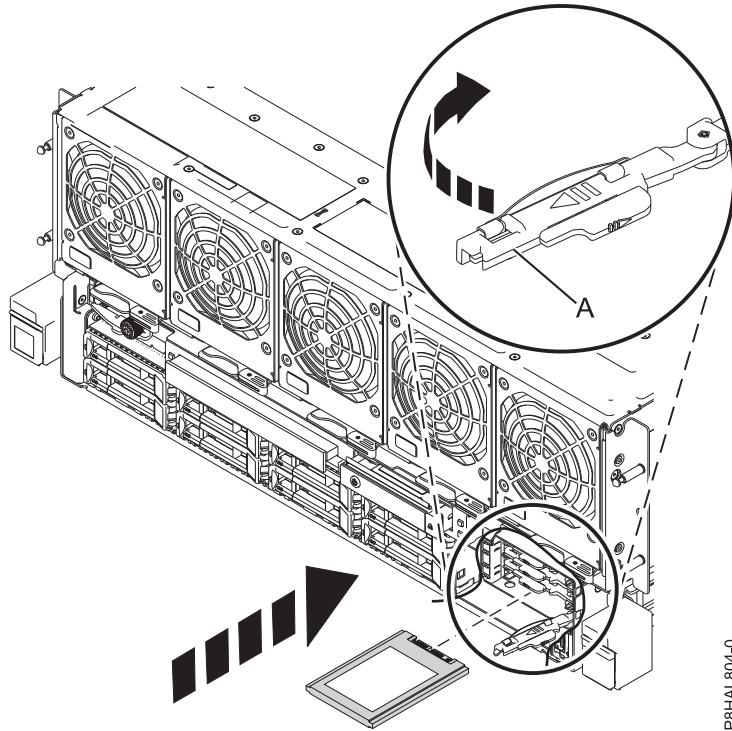

Figura 5. Instalación de una SSD en un sistema 8408-44E o 8408-E8E
3. Con el asa de la bahía de unidad SSD (**A**) en la posición de desbloqueo, tire de la palanca hacia afuera para acceder a los rieles de guía de la ranura de SSD. Sostenga la SSD por la parte inferior mientras la alinea con los rieles de guía de la ranura de SSD. Consulte la Figura 5 en la página 11.
4. Deslice la SSD en el sistema hasta que se detenga y bloquéela girando el asa de la bahía (**A**) en la dirección mostrada. Consulte la Figura 5 en la página 11.